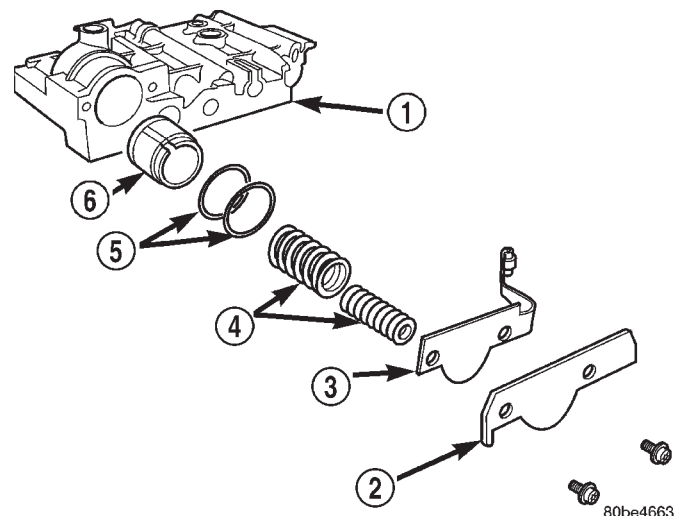

Fig. 323 Conjunto de acumulador de 2-4
(5) Retire los componentes del acumulador de 2-4 como se muestra en la (Fig. 323).